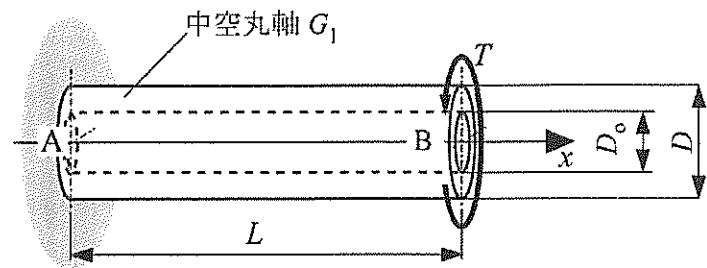

図 2-1
- (2) 図 2-1 のように, 中空丸軸の右端 B に大きさ  $T$  のねじりモーメントを与えた。中空丸軸の右端 B における左端 A に対するねじれ角の大きさを求めなさい。